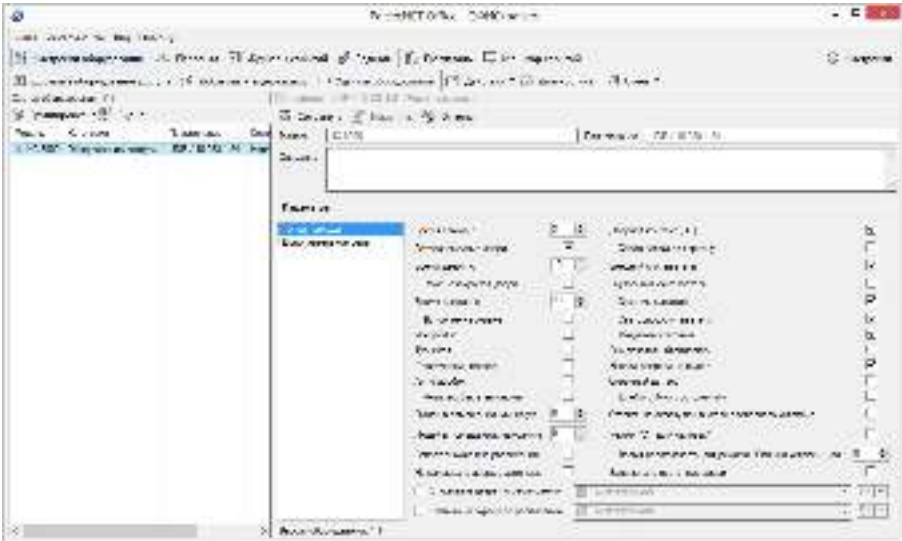

Рисунок 27. Настройка контроллера в ParsecNET Office
- 2. подключение по Ethernet. Контроллер отображается на канале UDP (рисунок 27).